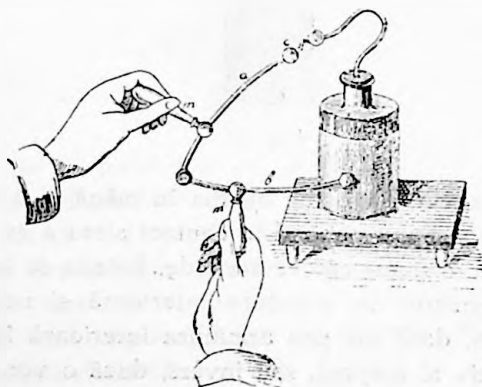

Fig. 30
**Descărcarea buteliei.** — Când vrem să descărcăm butelia ne servim de excitator (fig. 30), format din 2 vergele metalice conducătoare, puțin curbate *a*, *b* și terminate prin câte o sferă mică conducătoare *c* și *d*. Vergelele metalice reunite la